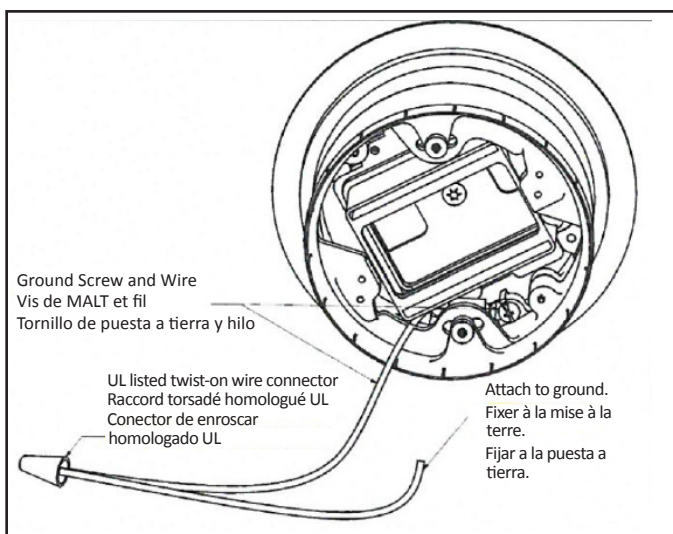

FIGURE 4
16. User to provide and install a UL listed twist-on wire connector for grounding. (Fig. 4)
16. L'utilisateur doit fournir et installer un raccord torsadé homologué UL pour la mise à la terre. (Fig. 4)
16. El usuario debe suministrar e instalar un conector de enroscar homologado UL para la puesta a tierra. (Fig. 4)